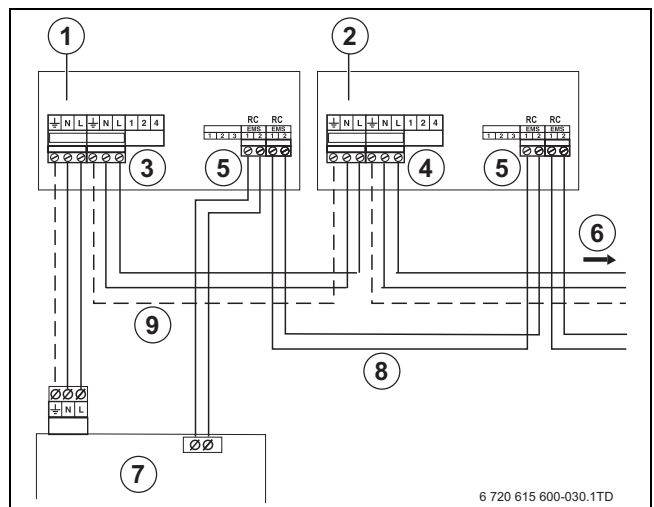

Fig. 36 Ligar vários módulos
- ▶ Ligar o cabo de alimentação de 230 VAC [3-4] do primeiro módulo de função [1] ao módulo seguinte [2] (→ fig. 36).